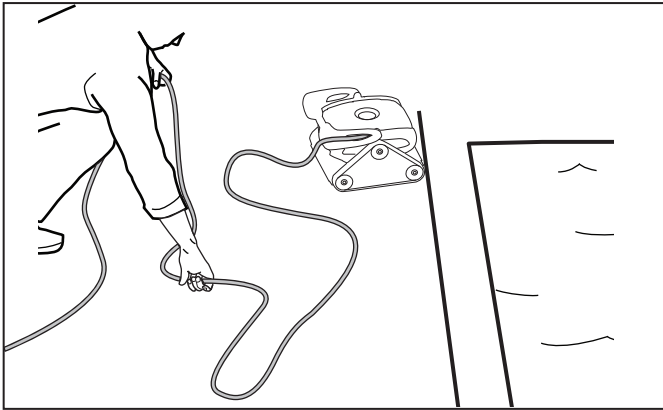

Figura 19. Desenrede el cable flotante
1. Comenzando por el cabezal del limpiador. Desenrolle y desenrede el cable (vea la figura 19).